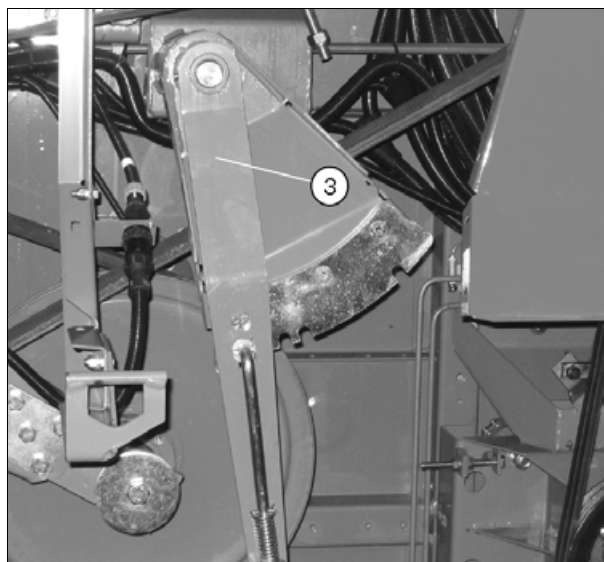

Рис. 8.
4. Извлеките вал через левую сторону машины, см. рис. 8.